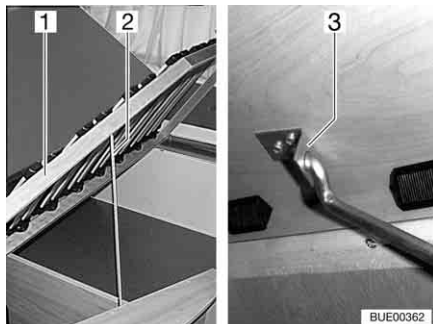

Bild 86 Fast säng
- Lyft ribbotten (Bild 86,1), lossa stången (Bild 86,2) ur fästet och stick in den i hållarens hål (Bild 86,3).
- Lyft ribbotten (Bild 86,1), lossa stången (Bild 86,2) ur hållaren (Bild 86,3) och stick in den i fästet.